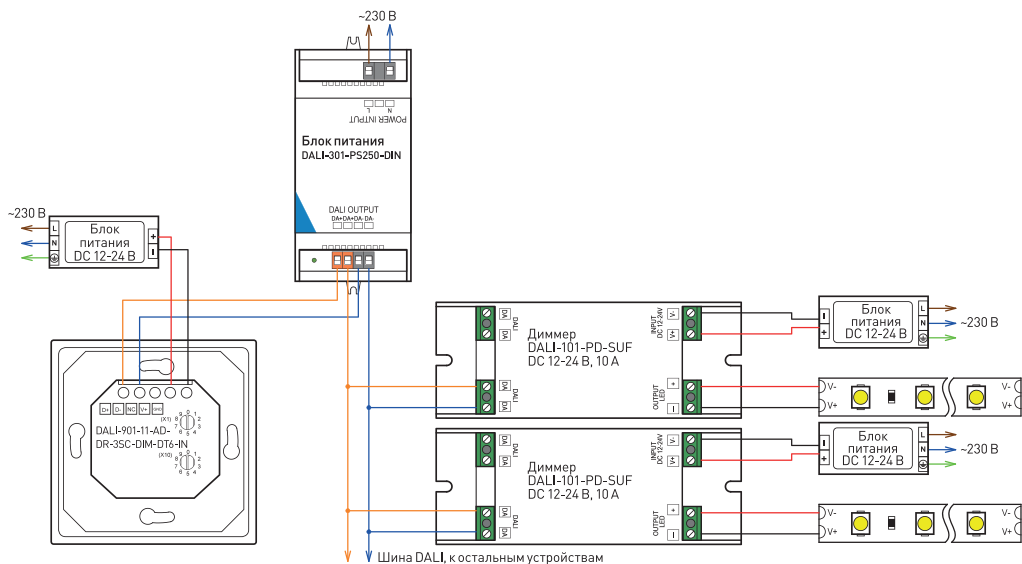

Рисунок 1. Подключение сенсорной панели
- 3.2. Подключите провода от шины DALI к клеммам **DA+** и **DA-** сенсорной панели (рисунок 1).